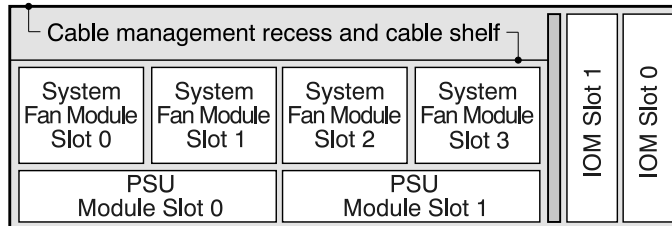
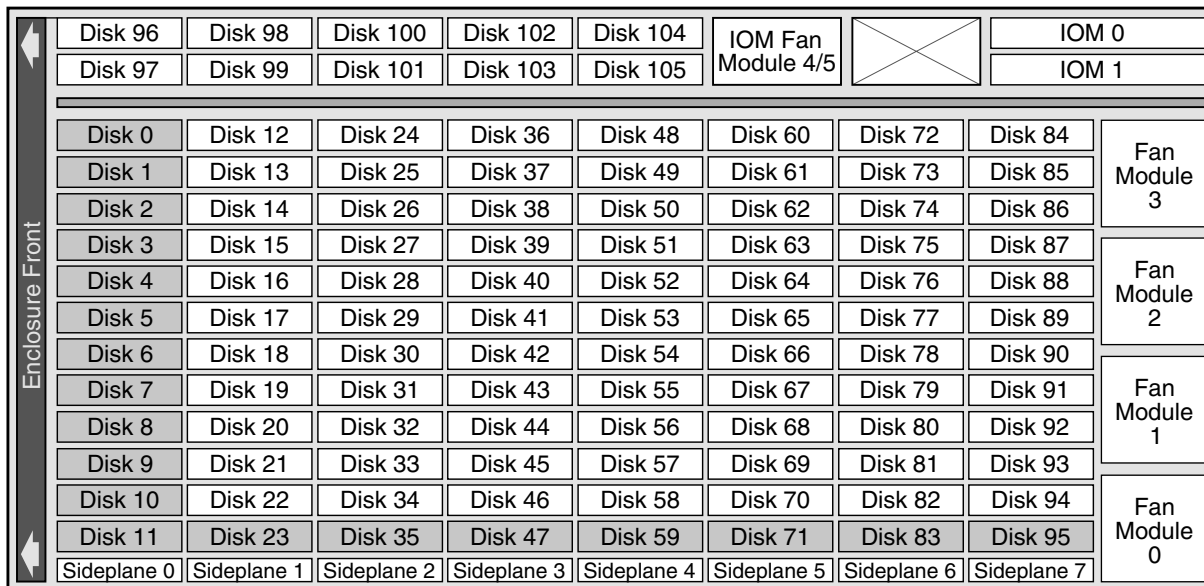

Figure 5. Modèle de boîtier 106 – module du panneau arrière – schéma d'indexation des emplacements
Figure 11. Modèle de boîtier 106 – module du panneau supérieur – schéma de numérotation des emplacements
Pour obtenir un schéma conceptuel représentant la numérotation des emplacements du module (vue depuis le panneau arrière), voir la figure 5.
La figure 11, à la page 14 présente un schéma conceptuel de la numérotation des emplacements du module (vue du dessus d'un modèle de boîtier 106) avec tous les capots retirés. Pour obtenir l'agencement des emplacements du module de l'unité d'alimentation électrique (sous les emplacements du ventilateur système), voir la figure 5, à la page 11.
Le modèle 106 est conçu pour être utilisé avec un chargement de disques complet, bien qu'il puisse également être partiellement rempli. Dans la figure 11, les emplacements de disque de couleur grise correspondent à un placement de module de disque minimal pour des raisons de puissance et de refroidissement. Ces emplacements doivent être remplis en toutes circonstances. L'acronyme DDIC (Disk Drive In Carrier) est utilisé comme synonyme de module d'unité de disque.
Le modèle 106 n'est pas fourni avec des modules d'unité de disque pré-installés. Lors de l'installation de modules d'unité de disque, tenez compte de l'index de numérotation des emplacements de disque présenté à la figure 11. Les règles suivantes s'appliquent lorsque le modèle de boîtier 106 est rempli avec des disques possédant une puissance d'unité maximale de 12 watts par emplacement :
- Remplissez les emplacements de disque de l'agencement minimal de couleur grise dans la figure 11.
>>**Important :** Si le modèle de boîtier 106 est configuré avec un seul module d'extension, il doit être installé >>dans l'emplacement du module d'E-S n° 0 (comme indiqué dans la figure 11, à la page 14). Un module >>d'E-S vide doit être installé dans l'emplacement adjacent (n° 1). Cette configuration est requise pour >>garantir que le flux d'air circulant dans le boîtier est suffisant en fonctionnement.